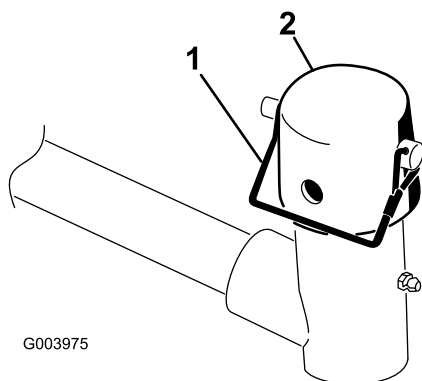

図 6
3. 各カuttingユニットの昇降アームで、キャップをピボットヨークに固定しているスナッパピンを外してキャップを外す 図 6。